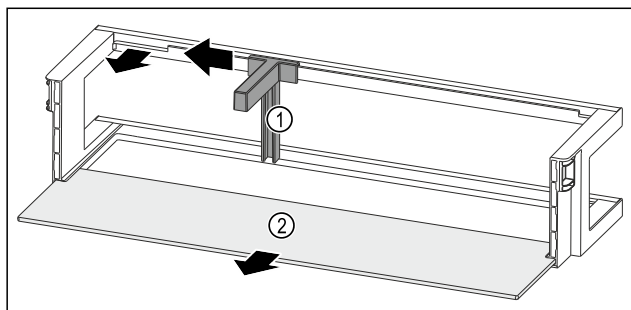

Fig. 89 Türabsteller mit Flaschenhalter und Abstellfläche
- Flaschenhalter Fig. 89 (1) bis zur Aussparung zur Seite schieben.
- Flaschenhalter Fig. 89 (1) entnehmen.
- Abstellfläche Fig. 89 (2) entnehmen.